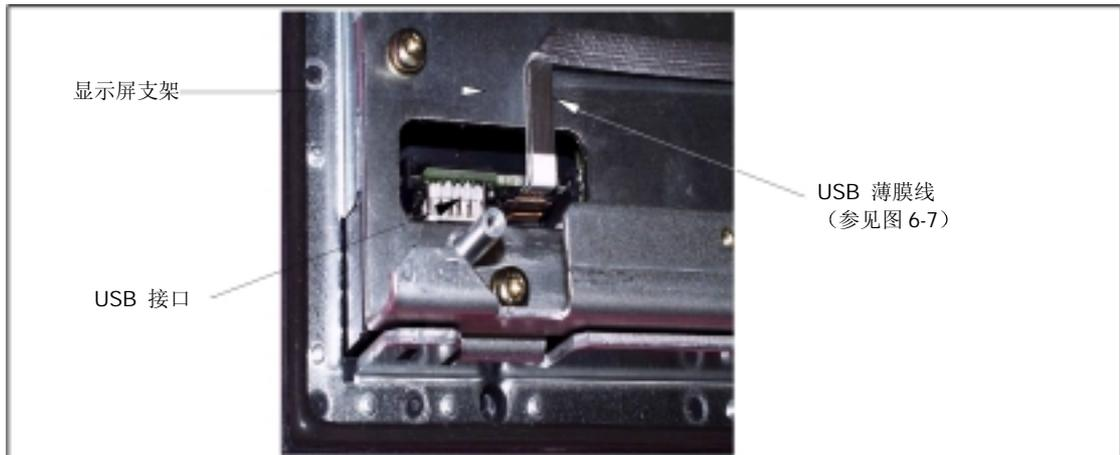

图 6-9 从操作面板背面看 USB 接口
4. 松开 USB 连接电缆的薄膜连接（图 6-9），如同第 3 步中描述的一样。